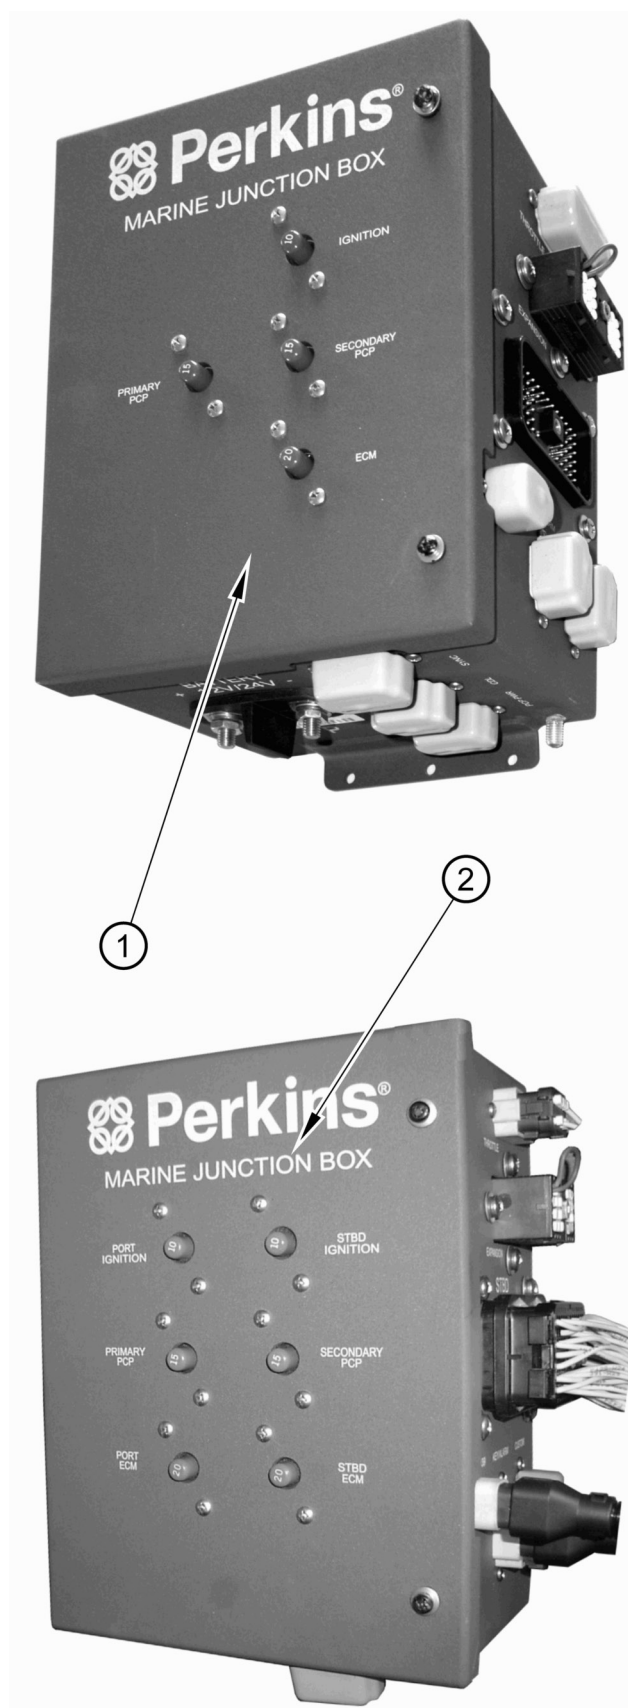

Abbildung 20
- Lieferbar für Installationen mit einem (Abbildung 20 Punkt 1) oder zwei (Abbildung 20 Punkt 2) Motoren.